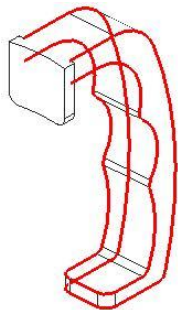

图5-39
11. 使用边倒圆功能创建圆角特征。选择图 5-39 所示的实体边缘，然后设置圆角半径为“1”，结果如图 5-40 所示。